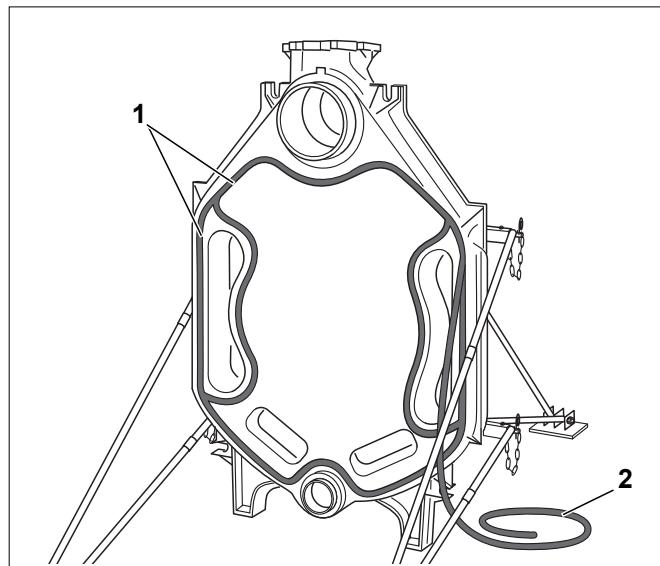

Рис. 16 Укладка уплотнительного шнура (шнур KM)
- Уложите эластичный шнур (шнур KM: рис. 16, [2]) в пазы на передней стороне задней секции (рис. 16, [1]), начиная с верхней ступицы, и слегка прижмите его. На стыках уложите уплотнительный шнур внахлест примерно на 2 см и хорошо прижмите друг к другу.